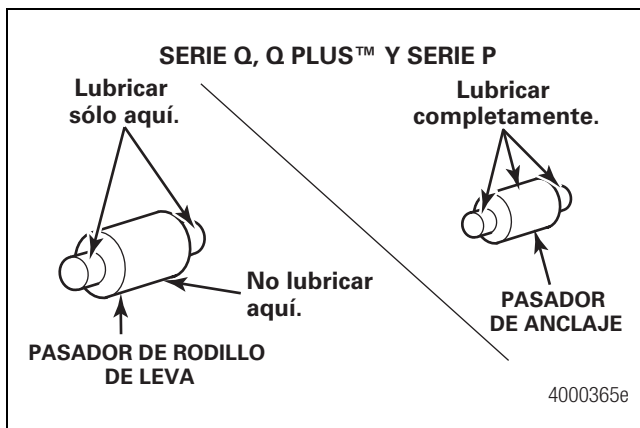

Figura 5.17
1. Use grasa aprobada por Meritor para lubricar el pasador de rodillo y el pasador de anclaje de la zapata. Consultar la Sección 7. Figura 5.17.
1. Lubrique el pasador de rodillo y el pasador de anclaje del árbol de levas con grasa aprobada por Meritor. Consultar la Sección 7. Figura 5.17.